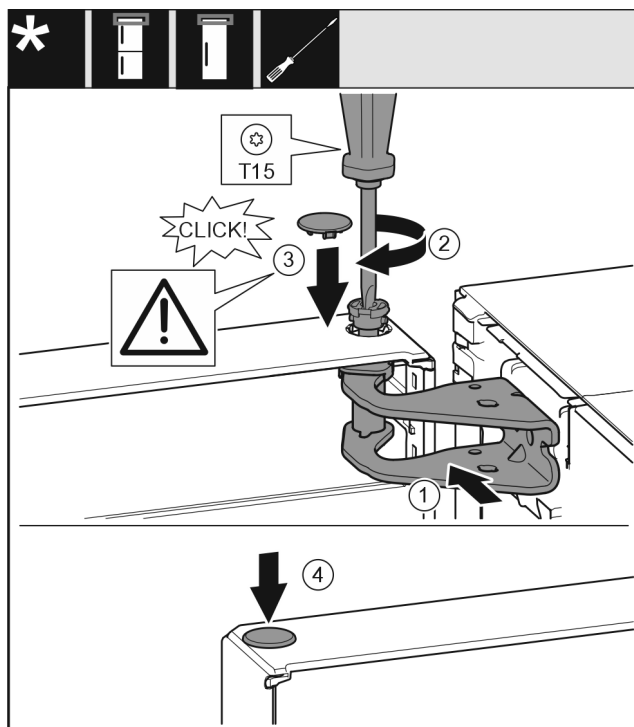

Fig. 49
- Allineare la porta superiore all'apertura nella staffa di supporto Fig. 49 (1).
- Inserire i perni Fig. 49 (2) e stringerli con un cacciavite.
- Inserire la copertura Fig. 49 (3).
- Controllare che la copertura Fig. 49 (3) poggi sulla porta.
- Inserire la copertura Fig. 49 (4).